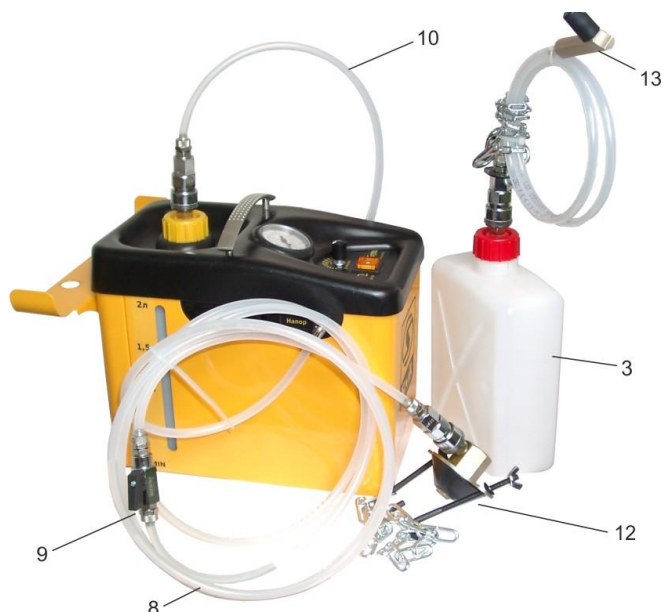

Рисунок 4 - Режим «Напор»
| 5. Регулятор давления | 12. Адаптер бачка (Рис. 4) |
| 6. Переключатель «НАПОР – ОТКАЧКА» | 13. Адаптер штуцера (Рис. 4) |
5. Отсоедините шланг (10) от канистры сбора старой жидкости и подсоедините его к штуцеру на установке (см. Рис. 4). Долейте в бачок тормозной системы автомобиля новой жидкости, переключив переключатель в положение «НАПОР». При достижении на баке установки уровня «МАХ», переведите переключатель в среднее положение. Закройте краник на шланге (8), отсоедините удлинитель.
6. Установите на бачок адаптер (12) соответствующего размера и зафиксируйте его с помощью цепочки из комплекта установки.
7. Подсоедините к адаптеру шланг (8) (см. Рис. 4). Переведите переключатель в положение «НАПОР», установите регулятором необходимое давление.
8. Плавно откройте краник на шланге (8) и убедитесь, в герметичности соединений адаптера.
10. Подсоединяйте адаптер штуцера (13) к штуцерам прокачки в соответствии с порядком прокачки тормозов конкретного автомобиля. Откройте штуцер прокачки и следите, как из системы выходит старая тормозная жидкость. Установка при этом будет поддерживать давление в системе, и выдавливать старую тормозную жидкость новой.
17. Снимите адаптер (12) с бачка автомобиля.